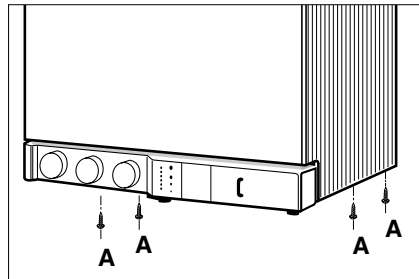

Fig. 10
- Desatornillar los 4 tornillos “A” (fig. 10) de fijación de la carcasa:
- Instalar las diferentes juntas : “**G**” (**goma**) en el gas, la junta + el filtro agua “**F**” en el agua fría y apretar los racores de los tubos de unión, comenzando por el tubo gas (fig. 10 a).
Fig.10 a